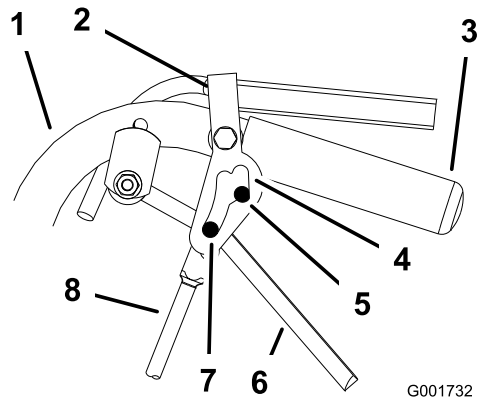

Рисунок 35
5. Отпустите и включите фиксатор нейтрального положения, проверяя при этом, чтобы колесо не вращалось (Рисунок 35).